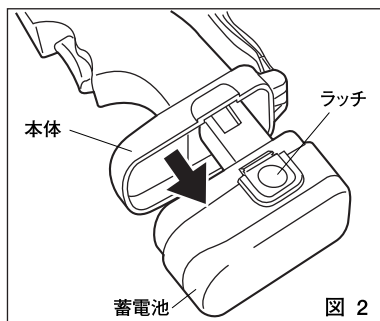

図 2
(1) 充電
- ① 蓄電池のラッチ部を押しながら蓄電池を本体から取外します。(図2)